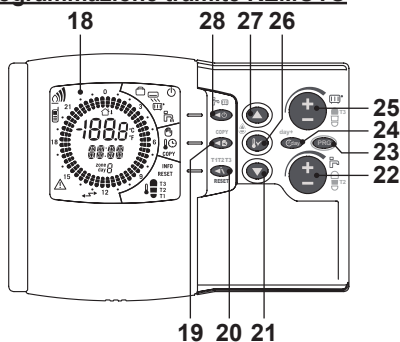
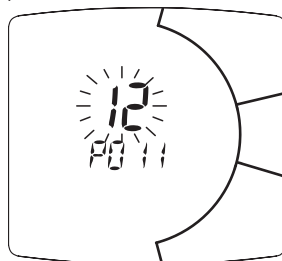
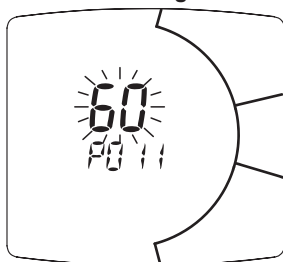

Figura 5.47
Figura 5.50
Figura 5.51
- Scorrere i vari parametri utilizzando il tasto 22 in Figura 5.47 fino a far apparire sul display LCD le lettere **P011** con sopra il relativo valore del parametro **12** che lampeggia, indicante l'entrata nel "parametro 11" (Figura 5.50).
- Modificare il SET programmato agendo sul pulsante 25 in Figura 5.47 fino a visualizzare un **set di 60**, aspettare che il numero programmato cominci a lampeggiare (Figura 5.51).